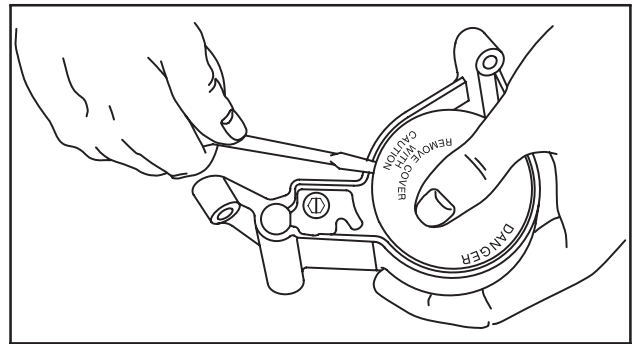

Fig. 51
4. Noter l'avertissement sur le couvercle en plastique, utiliser un tournevis pour déposer le couvercle, voir Fig. 51.